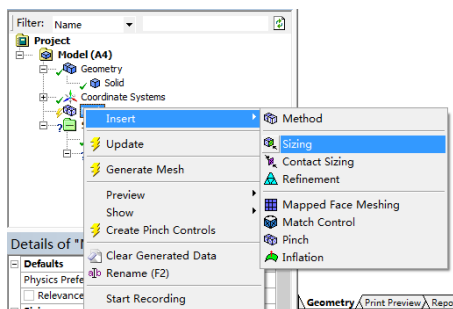
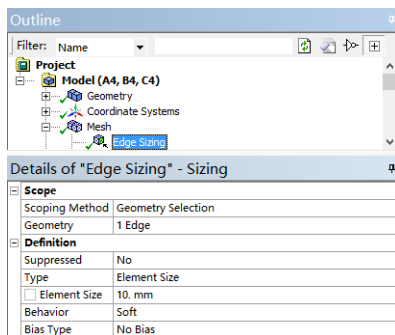

图 9-5 添加局部单元尺寸
图 9-6 设置划分尺寸
2) 在“Mesh”上右击, 选择“Insert”→“Sizing”, 如图 9-5 所示, 然后选择待划分的线体, 在细节窗口“Geometry”中单击“Apply”按钮, 设置“Element Size”(单元尺寸)为 10mm, 如图 9-6 所示。